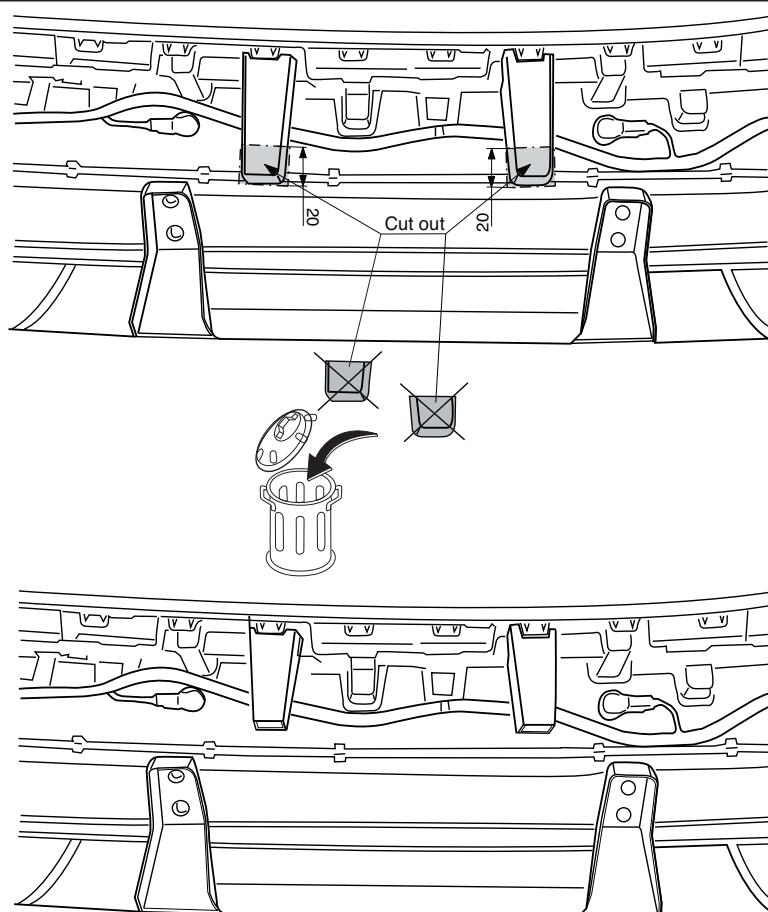

Fig.3
accordance with fig. 3.
11. Gemäß Fig. 3. die angegebenen Stücke aus der Stoßstangeninnenverkleidung heraussägen.